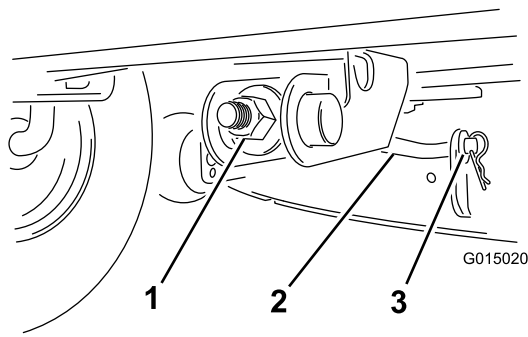

Figura 34
6. Retire el pasador de horquilla y la arandela de la varilla de soporte delantera (Figura 34), y baje el cortacésped con cuidado al suelo.
8. Conecte la varilla de soporte delantera a la carcasa del cortacésped con la arandela y el pasador de horquilla (Figura 34).